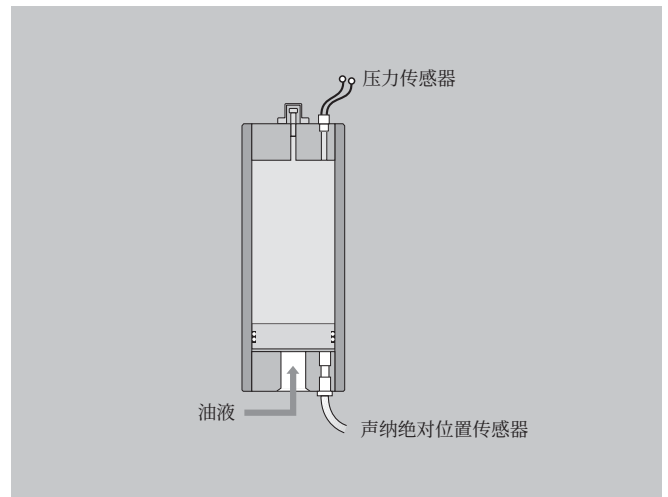

图 14b 位置传感器可以连续显示预充气压力。
存在多种用于监控派克活塞式蓄能器预充气压力的方法。值得注意的是，在图 14b 和 14c 中，必须使用扁平的活塞才能使传感器正确显示活塞的位置。
- 液压系统处于工作状态。活塞位置传感器安装在充油侧端盖上(图 14b)，并与电子测量系统相连接。在对蓄能器精确预充气且系统运行足够时间使系统达到热稳定状态以后，校准电子装置，使之能够连续而精确地测量预充气压力值。